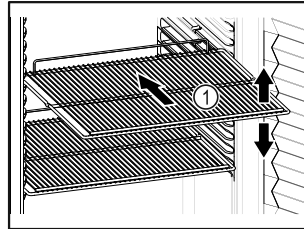

Fig. 55
- Если имеются решетчатые полки Fig. 55 (1), отрегулируйте высоту их установки.